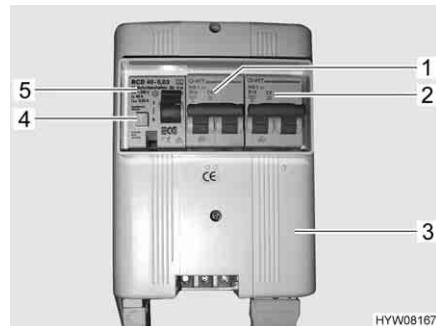

Fig. 98 Scatola dei fusibili a 230 V con interruttore di sicurezza e interruttore automatico FI
Un interruttore di sicurezza per correnti di guasto (interruttore automatico FI) (Fig. 98,5) nella scatola dei fusibili (Fig. 98,3) protegge l'intero veicolo da correnti di guasto (0,03 A).
L'interruttore di sicurezza collegato in serie (10 A) (Fig. 98,1) protegge le prese da 230 V, la centralina elettrica, il carica-batteria supplementare e il frigorifero.
Per veicoli con accessori opzionali, p. es. il riscaldamento ad aria calda con riscaldatore elettrico a immersione o l'impianto di climatizzazione a tetto, un ulteriore interruttore di sicurezza (16 A) (Fig. 98,2) protegge l'apparecchio.
■ Se il veicolo è collegato all'alimentazione a 230 V, premere il tasto di controllo (Fig. 98,4). L'interruttore di sicurezza per correnti di guasto (FI) deve scattare.